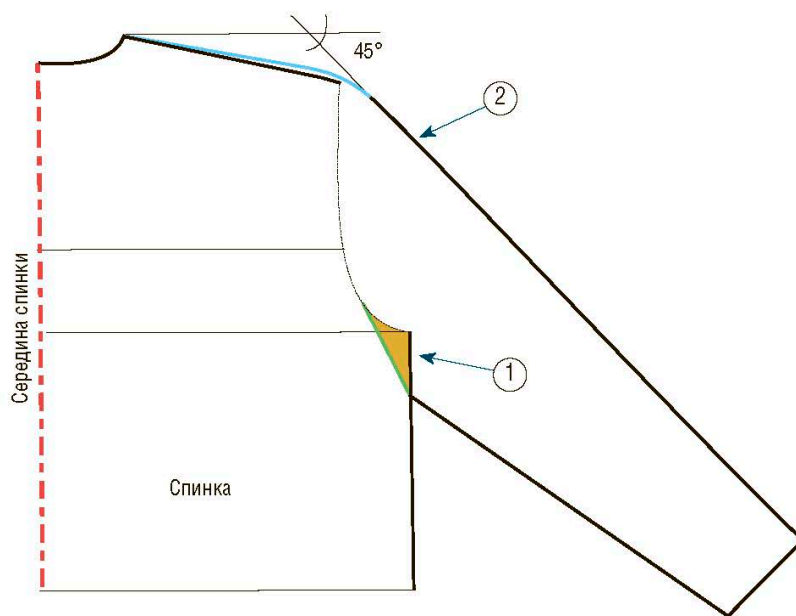
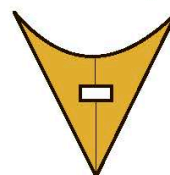

Рис. 1
Рис. 2
① На половине выкройки спинки от метки, расположенной на боковой линии на 6 см ниже линии проймы, начертите прямую до линии проймы (зеленая линия на рис. 1).
② Начертите линию плеча, огибая его крайнюю точку, затем соедините ее с прямой, расположенной под углом 45° . Чтобы получить точный угол для этой линии, оттолкнитесь от горизонтальной линии чертежа (линии плеча). Учитывайте мерки, которые соответствуют желаемой длине рукава. Чтобы определить размер ширины рукава, опустите перпендикуляр к наклонной линии (середине рукава) и отложите мерку половины обхвата руки, либо манжеты, либо желаемой ширины рукава. Затем соедините крайнюю точку низа рукава с точкой, расположенной на боковой линии блузки.
С помощью кальки или ролика скопируйте образовавшийся треугольник (зеленая часть на рис. 1). Затем начертите эту форму зеркально или постройте снова и склейте две половинки (рис. 2).